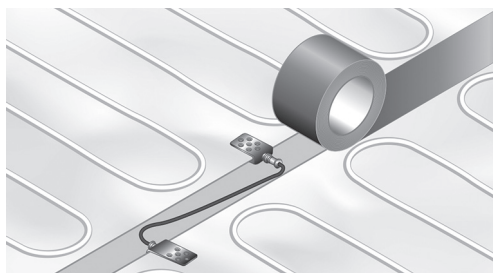

Fig. 9. Installasjon av jordforbindelser
9. Montering av jordforbindelser (Fig. 9).